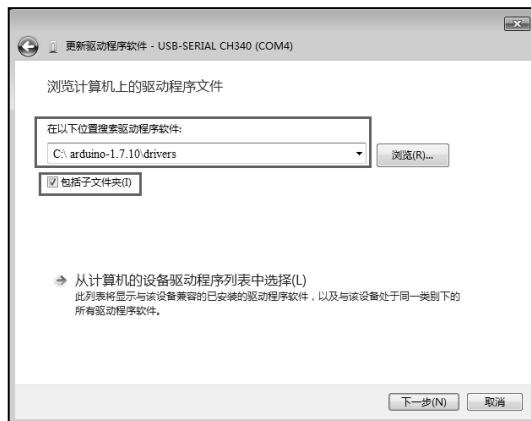

图 1-12 指定搜索驱动程序软件的目录
(3) 将查找驱动程序的位置指定到 arduino 的安装目录下的驱动目录下，例如“C:\arduino-1.7.10\drivers”，如图 1-12 所示。点击【下一步】按钮，等待计算机自动搜索并安装驱动。